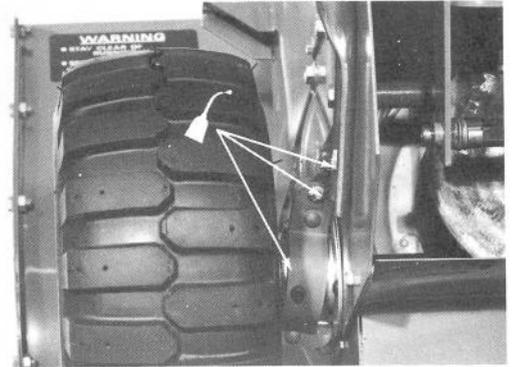

Figure 29
2. Lubrifiez les pivots des deux embrayages de roues avec deux gouttes d'huile (Fig. 29). Essuyez tout excédent d'huile.